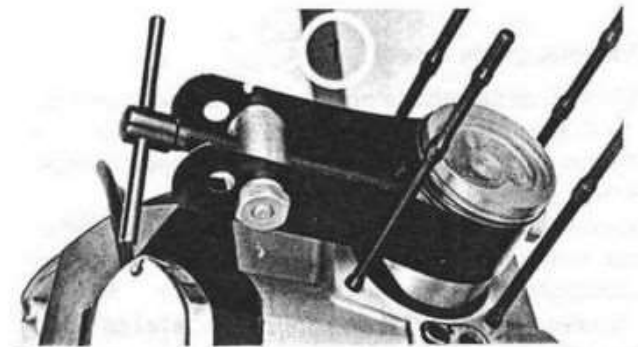

Fig. 48
Procedere alla rimozione dello spinotto utilizzando un attrezzo apposito, normalmente reperibile in commercio (1) (Fig. 48).
Push out the gudgeon pin using a proprietary puller tool (easily available on the market) (1) (Fig. 48).